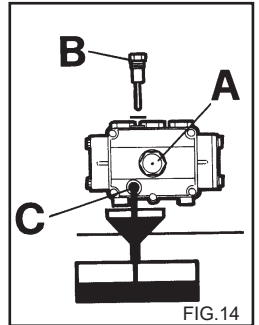

FIG.14
2) Desenrosque el tapón con la varilla de control de nivel (fig. 14).